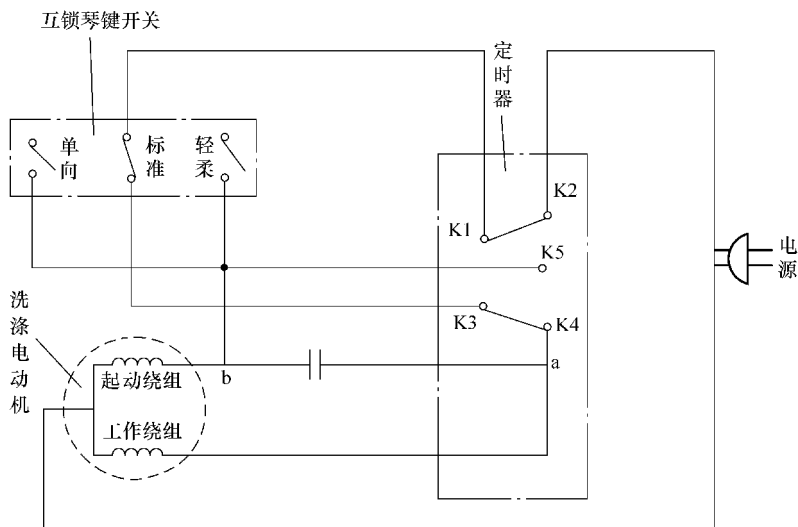

图 1-51 洗涤电动机与琴键开关、定时器的关系及工作原理
2) 洗涤电动机与琴键开关及洗涤定时器的关系及工作原理：洗涤电动机、琴键开关和洗涤定时器的关系及工作原理如图 1-51 所示。洗衣机加上电后，设定洗涤定时器旋钮到所需洗涤时间，此时主凸轮的弧度位置使 K1 与 K2 接通，在定时器发条作用力的带动下，控制凸轮开始旋转。洗涤定时器共有五个通断触头。按下琴键开关